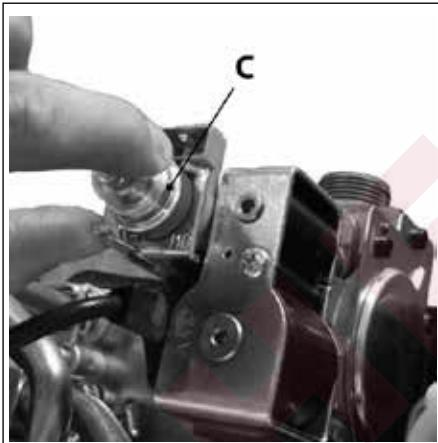

Рис. 47 Катушка модуляция газового клапана
- Снять пластиковый колпачок **C** (смотри Рис. 47 Катушка модуляция газового клапана ) с верхней части бобины модулятора газового клапана, который предохраняет винты регулятора давления.